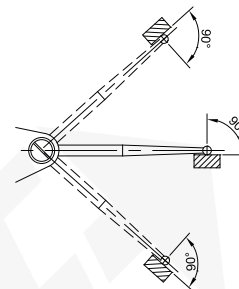
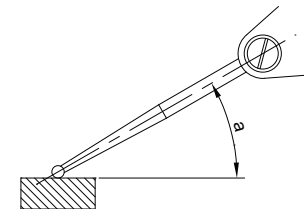

fig.4
fig.5
3. Durante la medición, los palpadores deben estar en posición vertical con respecto a la dirección de medición (fig. 4). Cuando los palpadores forman un ángulo con la dirección de medición (fig. 5), se debe realizar la siguiente corrección.